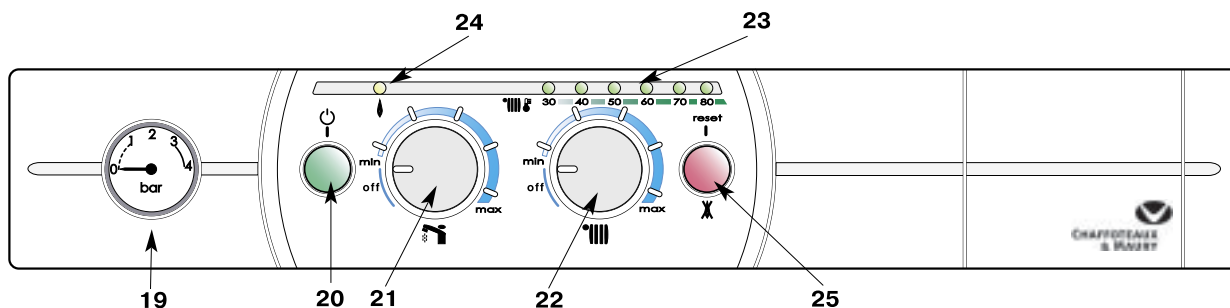

Рис. 20
Панель управления (рис. 20)
- Установите ручки 21 и 22 в положение “off” и оставьте кнопку 20 (рис. 20) включенной. Будет работать функция предотвращения замерзания.